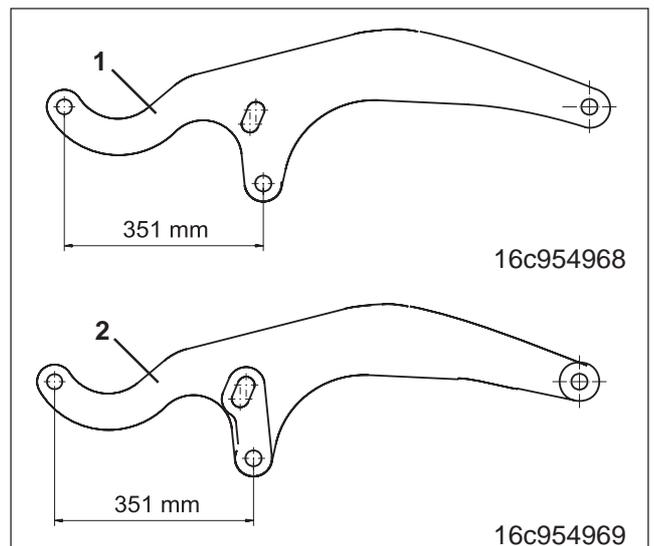

Fig. 5.3
2. Bras de jonction gauche (fig. 5.3/1) et
3. Bras de jonction droit (fig. 5.3/2) pour rouleau PneuPacker RP et rouleau rayonneur KW 580.